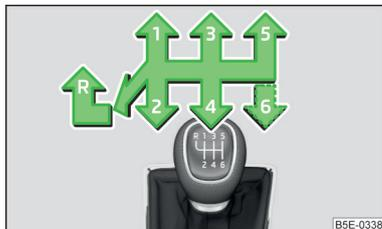

Fig. 93
En la palanca del cambio se presentan cada posición de marcha » **fig. 93**.
- Colocar la palanca del cambio completamente hacia la izquierda y luego hacia adelante en la posición **R** » **fig. 93**.